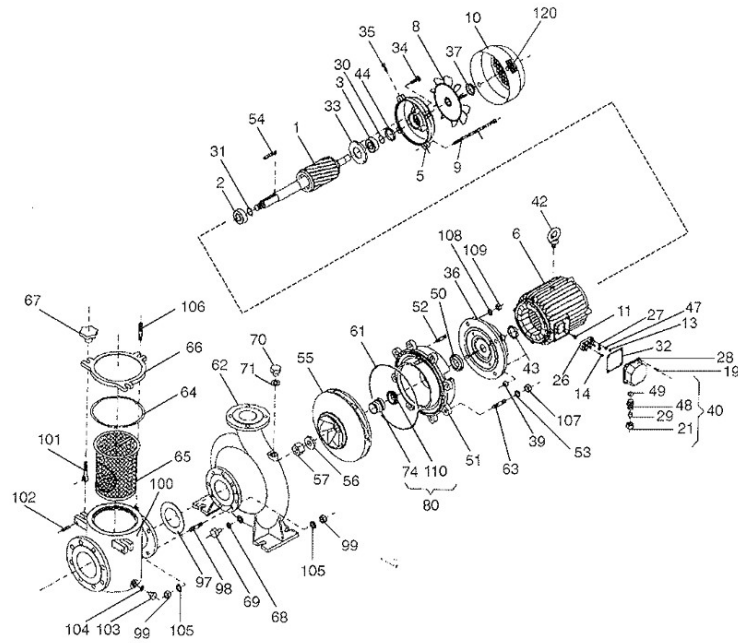

Fig. 3
**6.1. Innesco della pompa.** ATTENZIONE. Evitare il funzionamento a secco dell'elettropompa. Con la pompa in aspirazione (sopra il livello dell'acqua della piscina), prima dell'avviamento togliere il coperchio del corpo pompa (66) (fig. 3) e riempire lentamente d'acqua pulita fino al livello della bocca d'aspirazione. Chiudere di nuovo il coperchio (66) e assicurarsi che sia chiusa ermeticamente.
**6.2. ATTENZIONE.** Non si deve avviare la pompa senza cestello del filtro raccoglitore di impurità (64) (fig. 3) perché altrimenti questa potrebbe ostruirsi e bloccarsi.
Verificare che il motore non superi l'ampereaggio indicato sulla piastrina delle caratteristiche (120) (fig. 3); utilizzando un tester, in caso contrario regolare l'ampereaggio con la valvola in mandata.
- Sciogliere e ritirare i cavi di alimentazione della moresetiera (26) (fig. 3).
Per smontare e montare l'elettropompa vedere disegno esploso (fig. 3). Per estrarre il motore dal corpo idraulico (62), togliere le viti (63,53,107).
- Montare il sigillo meccanico (80). Dopo aver lubrificato la guarnizione con acqua, premere il suddetto sigillo (74) fino ad incastrarlo nel relativo alloggiamento.
- Assemblare la girante (55) nell'albero (1) fissandolo con Loctite o prodotto analogo, nell'inserto metallico a vite. In questo modo si otterrà l'unione delle due piste della tenuta meccanica.
- Nell'unione della pompa al motore bisognerà procurare che la battuta del difusore (62), così come le guarnizioni (63), (53) e (107), si incastrino nell'alloggiamento adeguato.
Per richiedere qualsiasi pezzo di ricambio, precisare la denominazione, il numero di posizione nel disegno esploso (fig. 3) e i dati riportati nella targhetta delle caratteristiche (120).
| FD325-326-127.1-128.1     | Fig. 3 Pág. 12 |
| FD129.1-130.1             | Fig. 3 Pág. 13 |
| FD133-134-135-136-137     | Fig. 3 Pág. 14 |